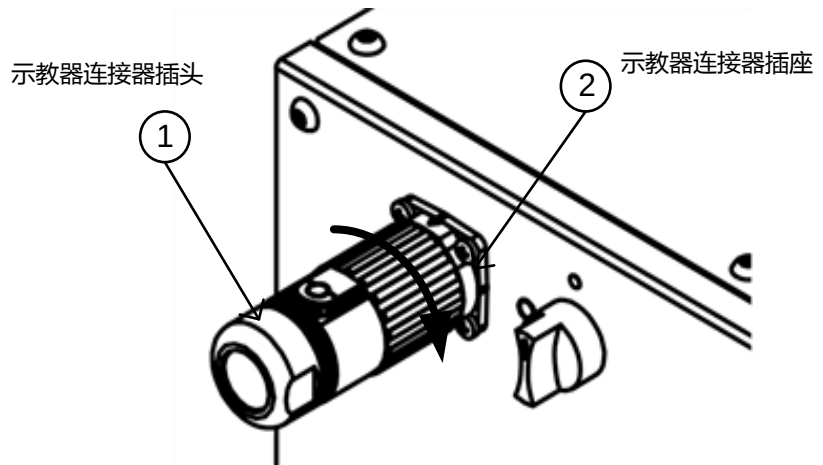

图 5-5 示教器连接
- 连接时将 1 号插头平面与 2 号插座平面对齐，如图 5-5 所示，此时，插头和插座上三角形对齐符号对准，然后将连接器推入，顺时针旋转插头 45°，将插头插座卡紧。